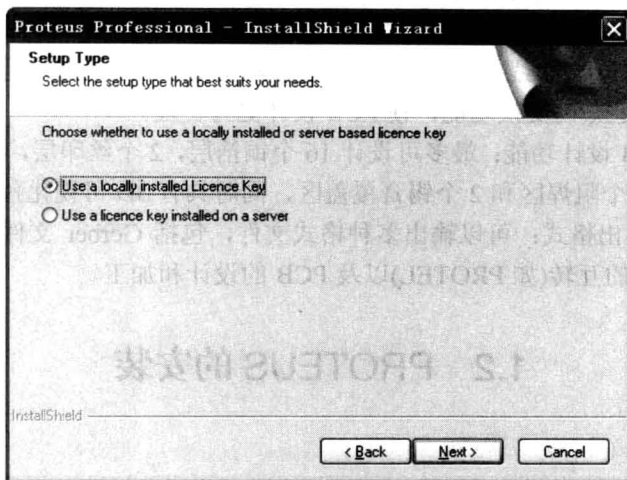

图 1.2.2 PROTEUS 安装类型选择
- (2) 点击第二项 Install Proteus, 安装软件。
- (3) 进行安装类型的选择, 如图 1.2.2 所示, 用户可选择安装单机版还是网络版。